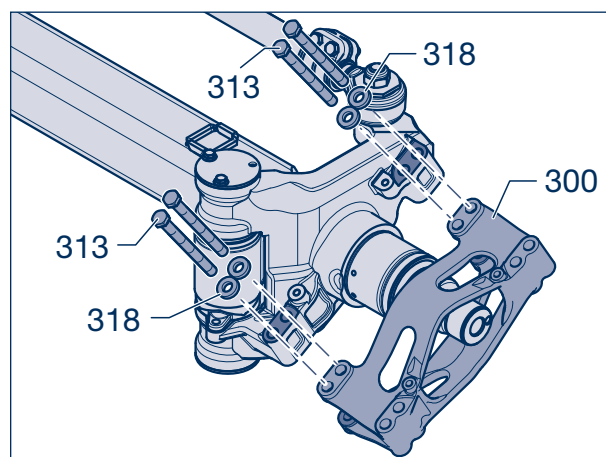

Figure 2
Pour les modèles avec moyeu B, un support (300) doit être monté entre le frein à disque et la fusée directrice (figure. 2).
- [1] Nettoyer les surfaces de contact du support de frein / du support / du support de l'étrier de frein (figure 2). Celles-ci doivent être propres et exemptes de graisse et de peinture.
- [2] Visser le support (300) avec de nouvelles vis cylindriques (313, surplat 24) et rondelles (318) dans la position correcte sur le support de frein et fixer toutes des vis avec **320 Nm** (300 - 350 Nm) (figure 2).
- [3] Monter le support de l'étrier de frein sur le support (300) avec de nouvelles vis (315, surplat 24) et rondelles (318).